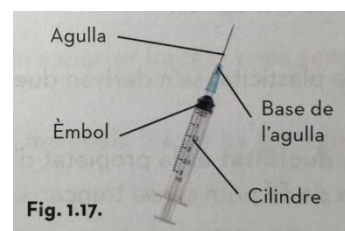

Fig. 1.17.
14. Observa l'objecte de la Fig. 1.17 i contesta aquestes qüestions: